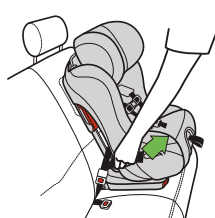
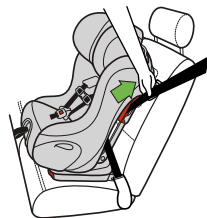

Figura 55
Figura 55a
- Tire para liberar el extremo del cinturón de solo regazo o la parte del cinturón de hombro y regazo a fin de que no esté flojo, tal como se muestra en la **figura 55** (cinturón de solo regazo) o en la **figura 55a** (cinturón de regazo y hombro)